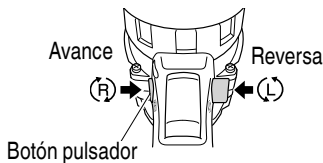

Fig. 12
4. Examinar la dirección de rotación. La broca rota hacia la derecha (mirándola desde atrás) al oprimir el lado R (der.) de inversión. El lado L (izq.) se usa para hacer girar la broca a la izquierda (Ver Fig. 12). (Las marcas «L» y «R» están en el cuerpo del taladro.)